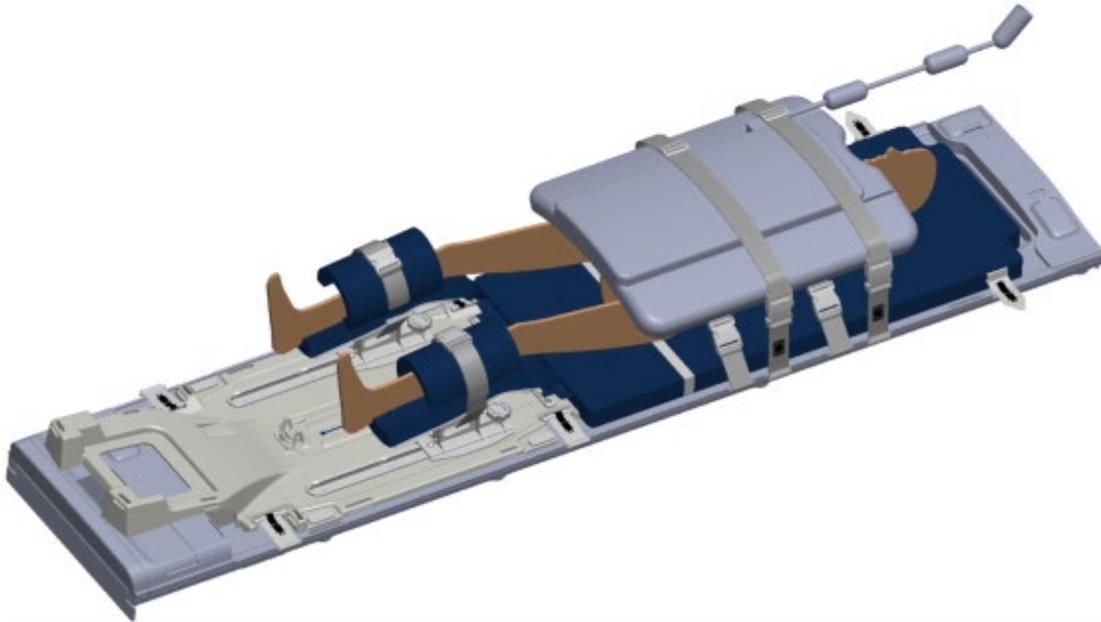

Figura 25: Colocación de la bobina de imagen anterior
2. **Tecnólogo en IRM:** Coloque la bobina de imagen anterior sobre la pelvis y los brazos del paciente. La bobina debe cubrir la próstata, sin interferir en el recorrido del sistema de posicionamiento (*figura 25*).